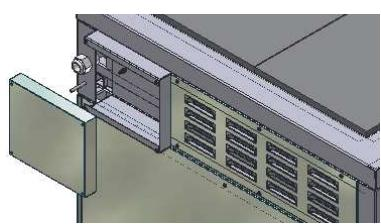

Рисунок 2
5.3.Для подключения электропроводки к плитам (рис.2) с задней стороны модуля имеется крышка. Спереди на панели управления находятся ручки 5.6.На духовке с включением 6. Установкой ручек в положение «1» ... «4» производится установка мощности конфорок и соответственно степень нагрева: «0» - «4». Установка конфорок производится установкой ручки переключателя 5.4.Нижняя подставка плит Ф2ЖТЛПЭ, Ф4ЖТЛПЭ, Ф4ЖТЛпэ, Ф6ЖТЛпэ с нейтральной полкой представляет собой сварную конструкцию, на которой установлен верхний модуль. Нейтральная полка предназначена для установки нижнего модуля плит с духовкой.